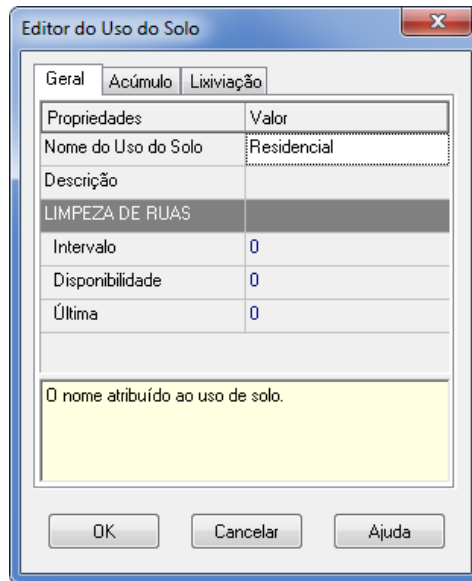

Figura 2.22 - Janela de diálogo para editar os usos do solo
2. Na janela de diálogo do Editor de Uso do Solo, tal como mostra a Figura 2.22, introduzir **Residencial** no campo **Nome** → **Nome do Uso do Solo** e posteriormente clicar no botão **OK**.